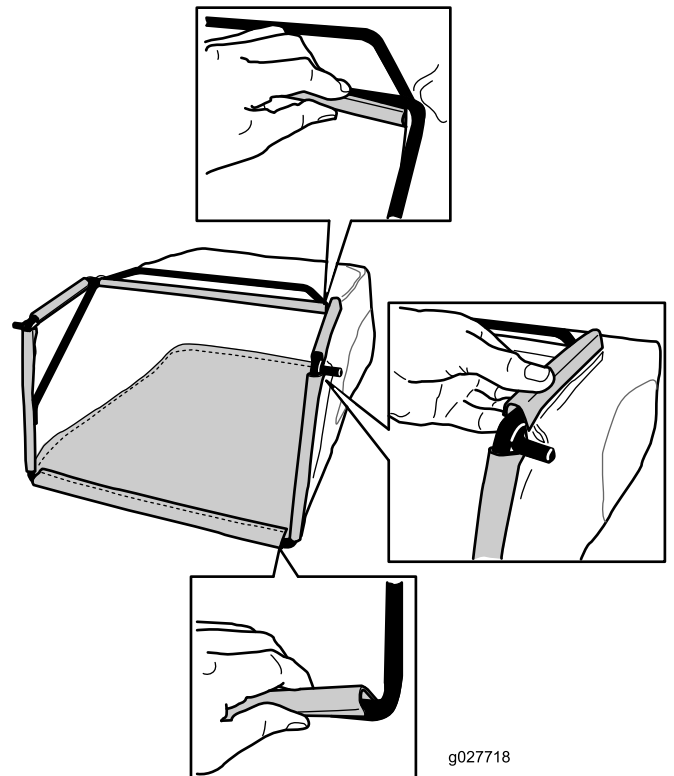

Figura 8
3. Enganche los canales superior y laterales de la bolsa en la parte superior y en los laterales del bastidor, respectivamente (Figura 8).
2. Enganche el canal inferior de la bolsa en la parte inferior del bastidor (Figura 8).